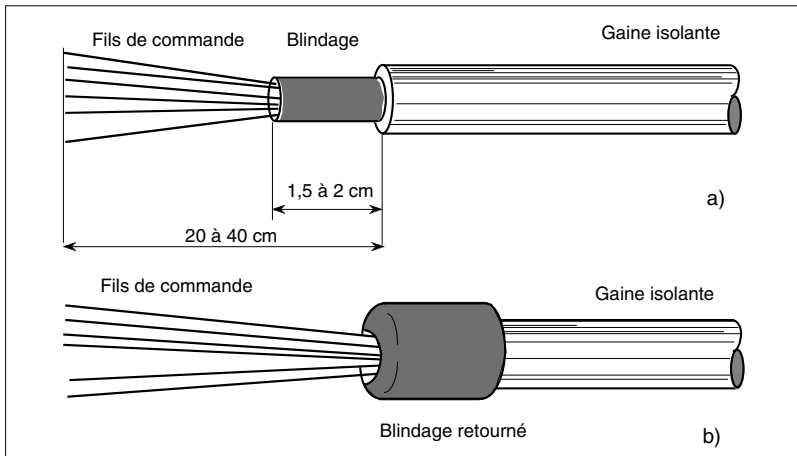

Figure 3-3 Dénudage du câble de commande
- **Dénuder** le câble blindé comme expliqué sur la figure 3-3.a.
- **Retourner** le blindage sur la gaine isolante (figure 3-3,b).